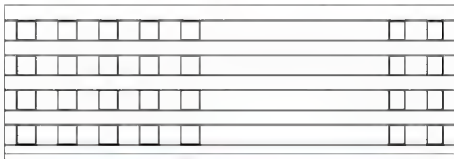

图 4.13 阵列生成所有的 1500mm×1800mm 窗洞口
(2) 对 1500mm×1800mm 窗洞口执行【阵列】命令, 阵列参数设定为 4 行、2 列、行偏移距离 3300mm、列偏移距离 -3600mm, 结果如图 4.13 所示。